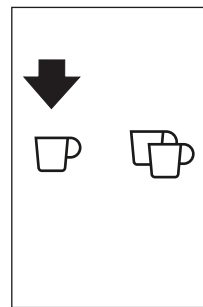

Fig. 19
- Vous pouvez faire un café à la fois en appuyant sur la tache tactile ☐ (B10) (Fig. 19).